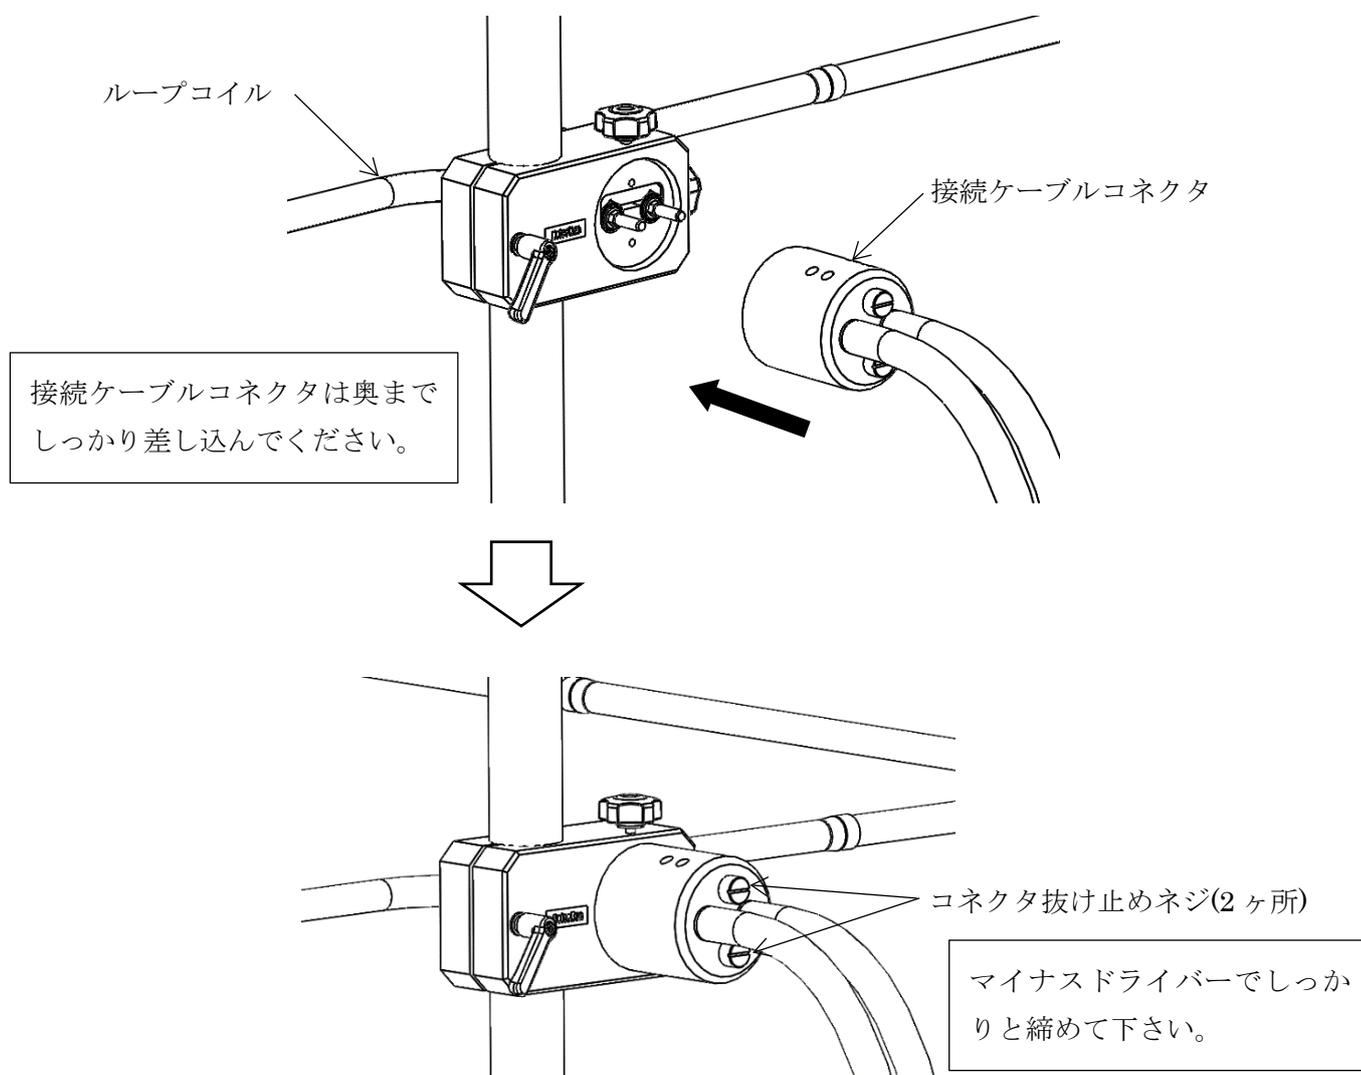

図 7-2 接続ケーブルコネクタの取付
- 1) 図 7-2 を参照し、接続ケーブルコネクタを、ループコイルに装着して下さい。